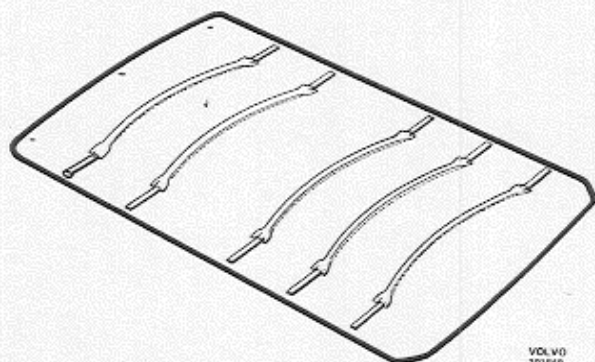

Abb. 65 Dachhimmel 142, 144, 164
5. Dachspiegel in den neuen Dachhimmel einbauen. Darauf achten, daß die Spriegelenden mit Gummikappen beschuht sind (Abb. 65).